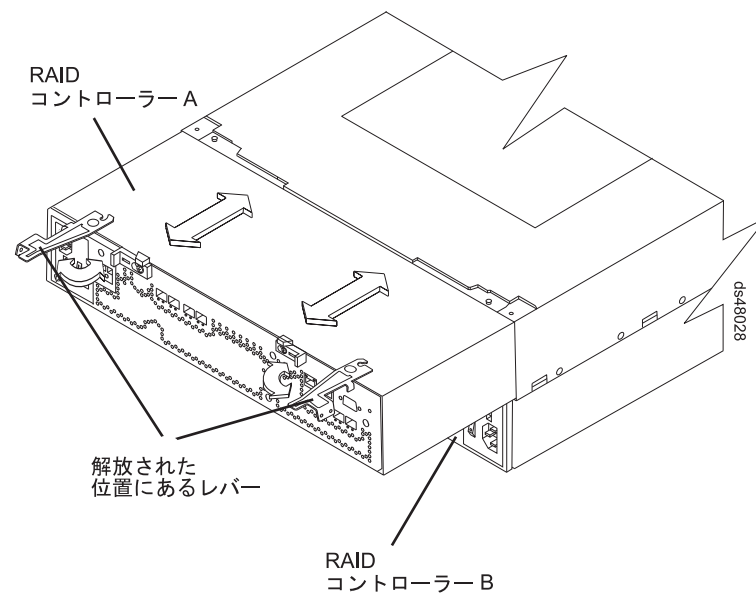

図 19. コントローラーの取り外し
5. DS4800 ストレージ・サブシステムの背面に、粘着性のあるメモを使用して、各コントローラーにラベルを付けます。コントローラー A は上段の-slot に、コントローラー B は下段の-slot に入っています。図 19 に、コントローラーとコントローラーのレバーの位置を示します。
6. コントローラーを取り外します。図 19 に、コントローラーの位置とコントローラーのレバーを示します。